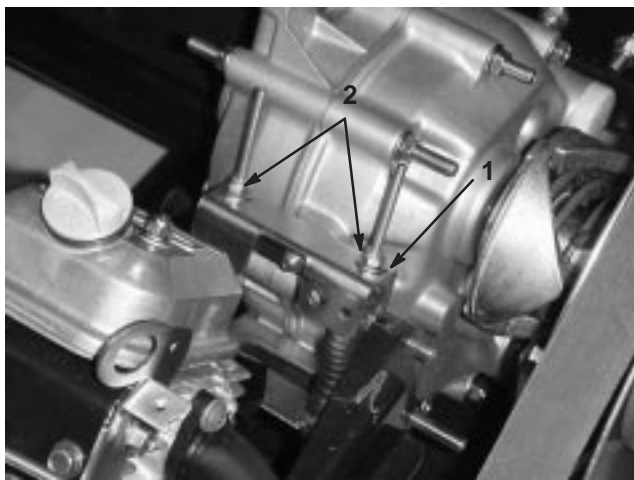

Bild 25
Wenn Sie regelmäßige Wartungsarbeiten und/oder eine Motordiagnostik durchführen, müssen Sie die Antriebsachse zunächst auf Neutral schalten (Bild 25). Der Schalthebel weist eine Neutralstellung auf, die den Leerlauf der Antriebsachse bestimmt. Treffen Sie die folgenden Maßnahmen, um sicherzustellen, dass der Schalthebel in der Neutralstellung die Antriebsachse auch richtig auf Neutral schaltet:
2. Stellen Sie den Neutralbügel an der Antriebsachse auf Neutral (nivelliert), drehen die Antriebskupplung und kontrollieren, ob das Fahrzeug hin und her rollt (Bild 25).
3. Ziehen Sie eine der Sicherungsmuttern (Bild 25) nur so weit fest, dass das Spiel aus dem Schaltzug entfernt wird.